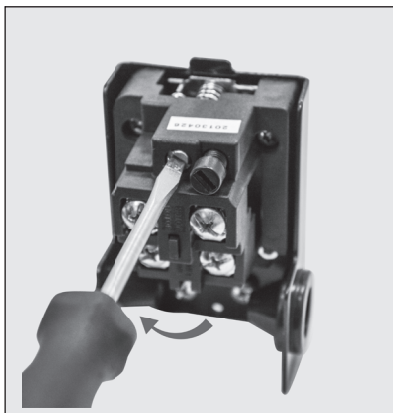

Figura 16 - Regulagem das pressões de fechamento e abertura
1. Aumentando ou diminuindo ambas as pressões: de fechamento (liga) e de abertura (desliga), mantendo o diferencial de pressão, (figura 16).
- Para AUMENTAR ambas as pressões de fechamento (liga) e de abertura (desliga), gire o parafuso metálico no sentido horário, (figura 16).